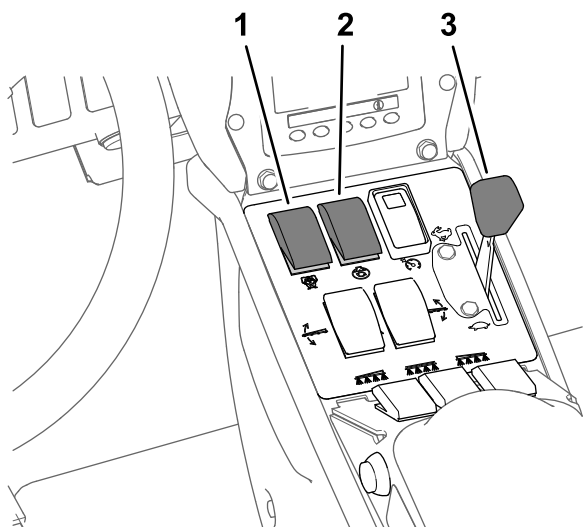

図 43
7. ポンプスイッチを ON 位置にする 図 43。
8. スロットルレバーを高速位置にし 図 43 そのまま 10 分間待つ。
6. 攪拌スイッチを OFF 位置にし、スロットルを高速にする 図 43。